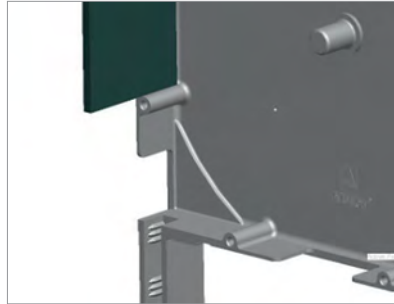

Abb. 3.5
- unterer Rand des Abweisblechs soll auf dem Zapfen an der hinteren Wand der Blendenkappe **SF205** nicht anliegen (Abb. 3.5).